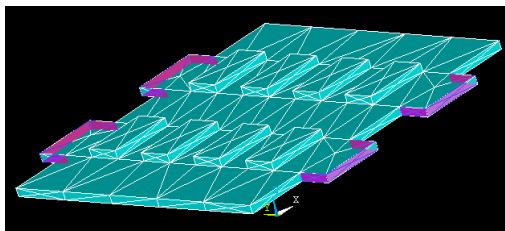

Рис. 14. Выделение боковых граней выступов для крепления платы
**Main Menu > Preprocessor > Loads > Define Loads > Apply > Structural > Displacement > On Areas** (Нагрузки > Определить нагрузки > Применить > Структурный > Смещение > На области). Далее выделите плоскости, необходимые для закрепления (в данном случае боковые грани выступов), рис. 14, **Ok**